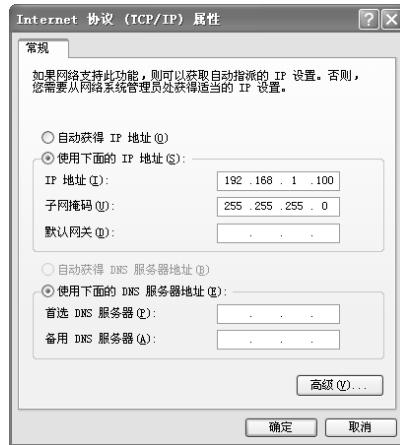

图4-1 本地连接
- 设置PC本地连接IP地址为192.168.1.X，X为2~252中任意整数，子网掩码为255.255.255.0，如图4-1所示。